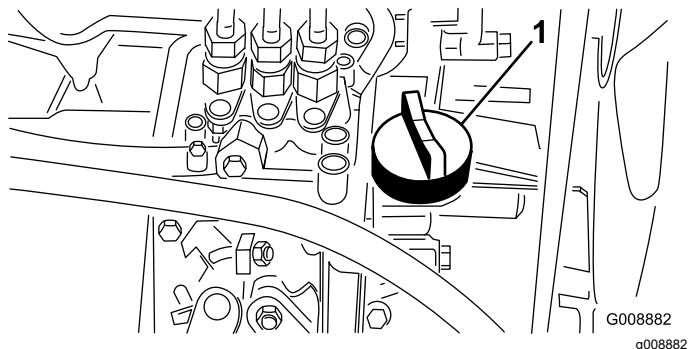

図 49
- オイルの量が不足している場合は、補給口のキャップ 図 49 を取り、ディップスティックで油量を確認しながら少しずつ、FULL マークまで補給する。